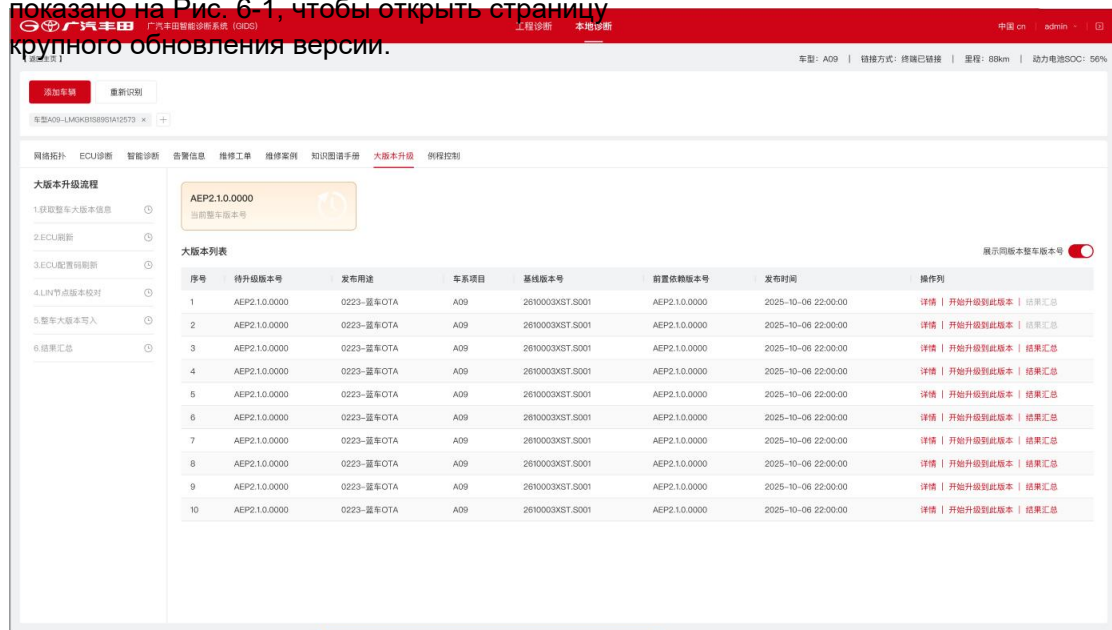

Рис. 6-1 Крупное обновление версии
1. Нажмите «Крупное обновление версии», как показано на Рис. 6-1, чтобы открыть страницу крупного обновления версии.